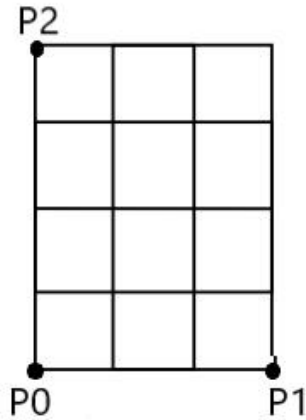

图 3-1
1. P0, P1, P2 的示教位置如下图 3-1 所示：通过 3 点法在料盘上建立用户坐标系，确定料盘位置。